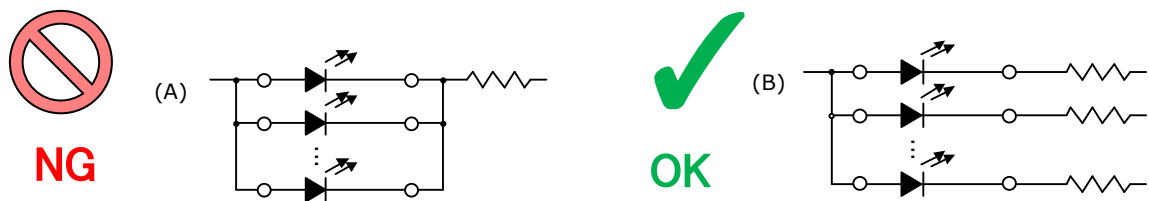

図 15. COB の回路構成について
COB を複数使用する場合の回路構成は、直列接続または COB 毎にて定電流駆動することを推奨します。図 15. (A) に示した並列回路で使用する場合には、各 COB の順電圧のばらつきによって、各 COB に流れる電流が不均一になる可能性があります。